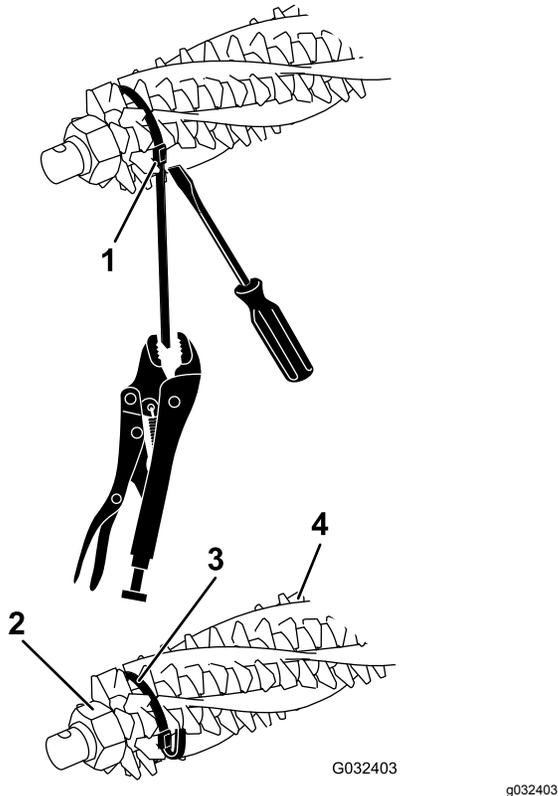
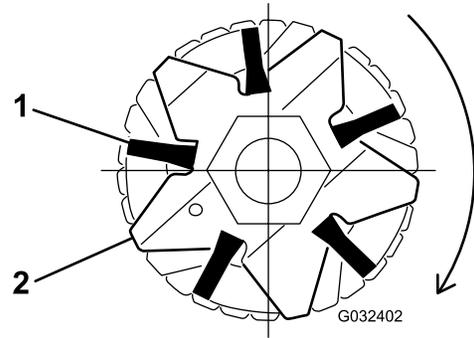

Figura 17
Figura 19
- Desaperte as porcas de retenção da lâmina do rastelo em cada extremidade do eixo do rastelo (Figura 17).
- Verifique se as escovas estão colocadas nas ranhuras das lâminas do rastelo (Figura 17 e Figura 19).
- Envolva, sem apertar, as fitas, como se mostra na Figura 17, em torno do eixo e das escovas do cilindro do rastelo inserindo as fitas nas ranhuras das escovas Figura 19.
**Nota:** Se as escovas da vassoura não estiverem colocadas corretamente nas ranhuras das lâminas, desaperte os parafusos de retenção da lâmina do rastelo em cada extremidade do eixo do rastelo, posicione as escovas da vassoura corretamente nas ranhuras das lâminas e aperte os parafusos de retenção da lâmina do rastelo (Figura 17).
- Enquanto faz pressão com uma chave de fendas contra a fivela da fita, fixe a fita com um alicate e pressione bem as fitas até ficarem presas nas ranhuras das escovas (Figura 17).